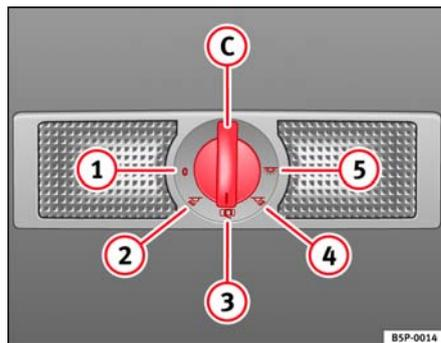

Fig. 84 Revestimiento interior del techo: iluminación interior y de lectura de la parte trasera del habitáculo.
Con el mando ⇒ fig. 84 (C) puede seleccionar las siguientes posiciones:
Con el mando en la posición ⇒ fig. 84 (1) la luz interior y las de lectura están apagadas.